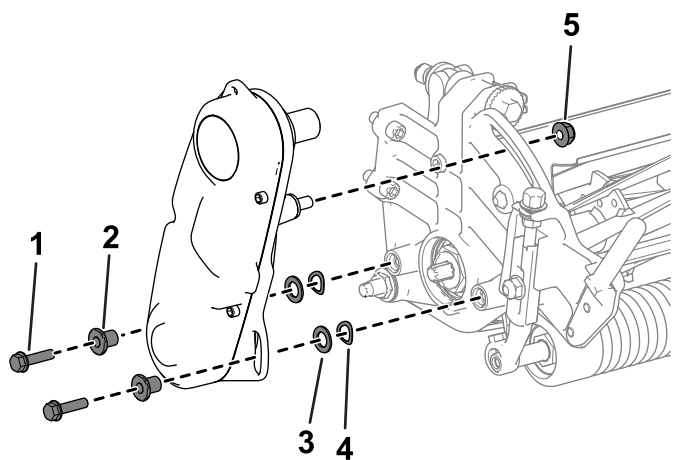

Рисунок 12
1. Снимите детали крепления узла привода барабана к боковой пластине (Рисунок 12).
2. Снимите узел привода барабана, плоские шайбы, пружинные шайбы и проставки с боковой пластины (Рисунок 12).